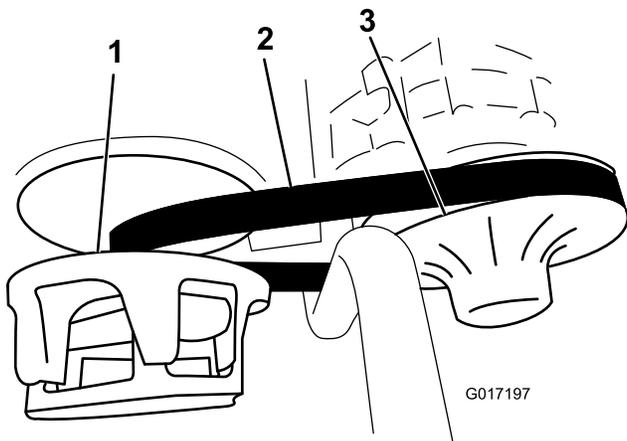

Figure 40
3. Faites tourner la courroie et vérifiez qu'elle n'est pas excessivement usée ou endommagée (Figure 40). Remplacez-la au besoin.
1. Faites tourner la courroie et faites-la passer sur l'embrayage secondaire (Figure 40).
2. Enlevez la courroie de l'embrayage principal (Figure 40).